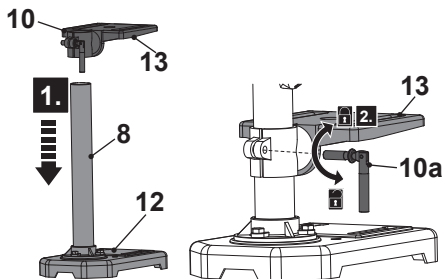

Fig. 2
1. Deslize o grampo (10) da mesa de perfuração (13) na coluna (8) (Fig. 2, passo 1). Posicione a mesa de perfuração (13) à altura requerida.
2. Alinhe a mesa de perfuração (13) com a base (12).
3. Fixe e aperte à mão a alavanca de fixação (10a) no sentido horário para fixar a mesa de perfuração (13) no local (Fig. 2, passo 2). Não aperte demasiado.